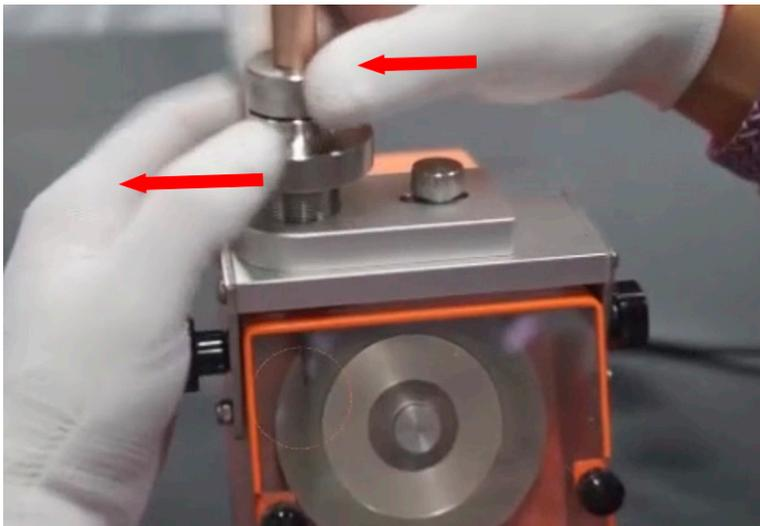

Рис. 8.7. Процесс заточки электрода.
10. Одновременно одной рукой вращайте держатель цанги. Другой рукой опускайте блок позиционирования электрода (см. рис. 8.7). Проводите данную операцию до получения необходимого угла заточки.